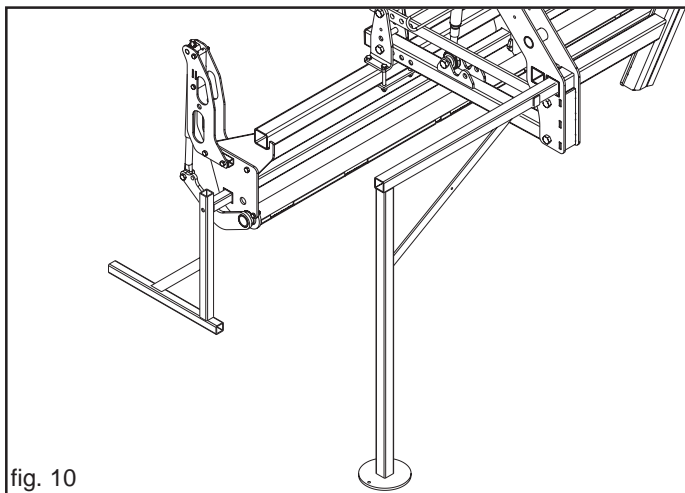

fig. 10
- Die vorderen Stützfüße in Parkposition einsetzen (Abb. 10).
6) Die Stützbeine wieder abnehmen (Abb. 10).